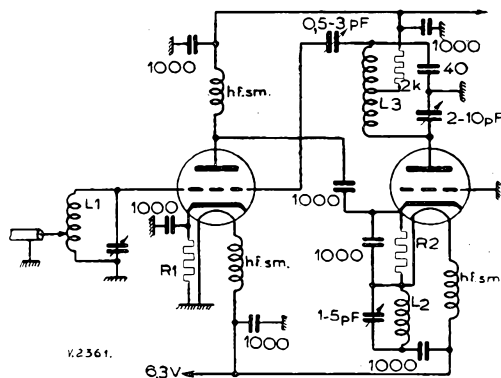
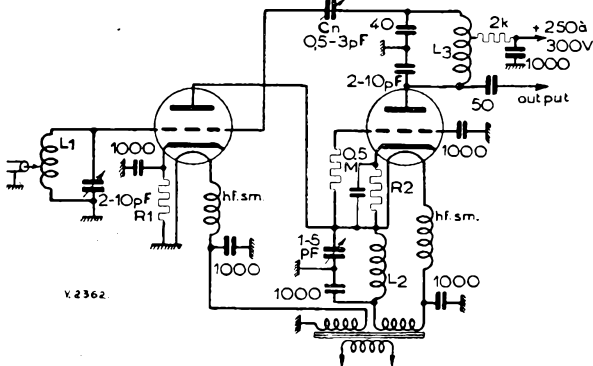

Fig. 49. „Driven grounded-grid” schakeling
Fig. 50. Direct-gekoppelde „driven grounded-grid”
- a. De normale „driven grounded-grid”; zie fig. 49.
- b. De direct-gekoppelde „driven grounded-grid”; zie fig. 50.
In het originele RCA schema wordt de kathodeketen van de tweede buis niet afgestemd. Het is evenwel onze ervaring, dat het in het algemeen bij de cascode wel *degelijk gewenst is, deze keten af te stemmen*. Dit is dan ook in fig. 49 en fig. 50 aangegeven.
In fig. 50 is de direct-gekoppelde „driven g.g.” getekend onder toepassing van twee afzonderlijke buizen. Bij deze schakeling is het gewenst, een goed geïsoleerde 6,3 V wikkeling voor de tweede buis te gebruiken. Voor sommige buizen (o.a. 6BQ7) is dit niet nodig, voor andere daarentegen wél. In het algemeen is het toch wel veilig, de geïsoleerde gloeistroomwikkeling toe te passen.
Voor een stabiele werking van een cascode en dus ook van de schakelingen in fig. 49 en fig. 50 moet men er vooral voor zorgen, dat er een zo gering mogelijke capacatieve of magnetische koppeling tussen de plaatketen van de tweede buis en de overige afstemketens en h.f.-smoorspoelen etc. bestaat. Een te grote capacatieve koppeling tussen L3 en L2 bijv. heeft onmiddellijk spontaan genereren van de tweede buis tengevolge.
Op het ruisgetal en de versterking van de schakelingen volgens fig. 49 en fig. 50 zijn dezelfde beschouwingen van toepassing als voor de normale cascode. Ook hier hangt het ruisgetal af van drie dingen en wel: